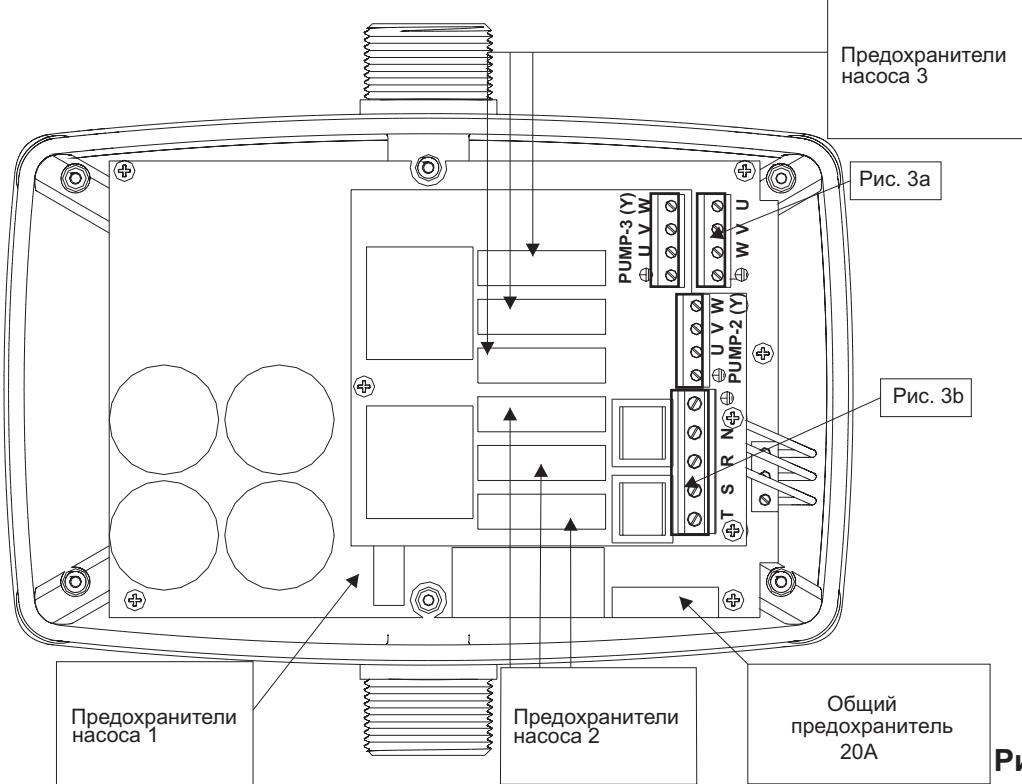

Рис.3
ЭЛЕКТРИЧЕСКОЕ СОЕДИНЕНИЕ (Рис. 3, 4, 5 и 6)
- Подсоедините общий питающий кабель к электросети при помощи автомата защиты, убедитесь что сеть имеет три фазы, ноль и заземление - R S T N ⊕ (см. рис. 3), при этом автомат должен находиться в положении OFF (ВЫКЛ.).